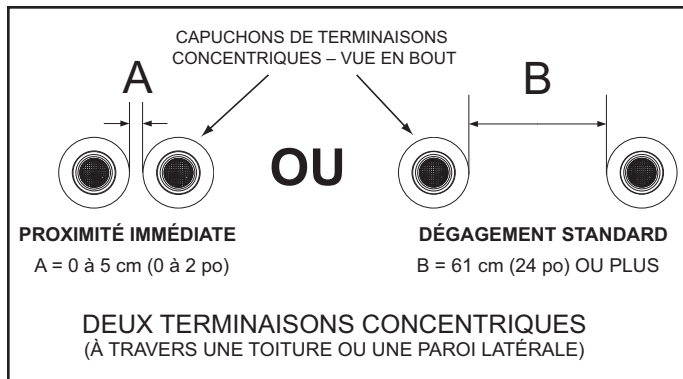
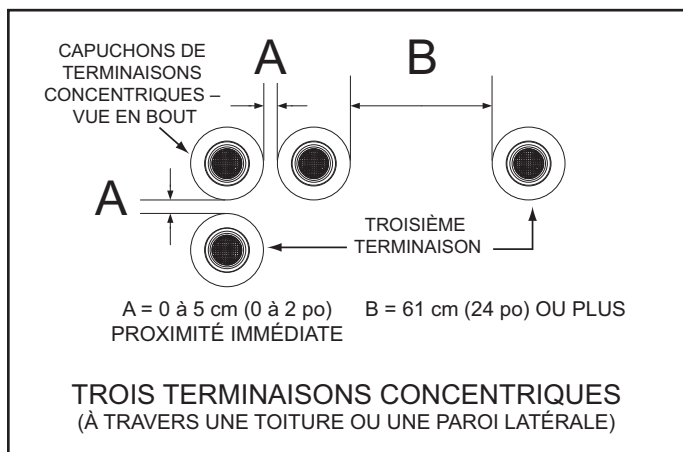
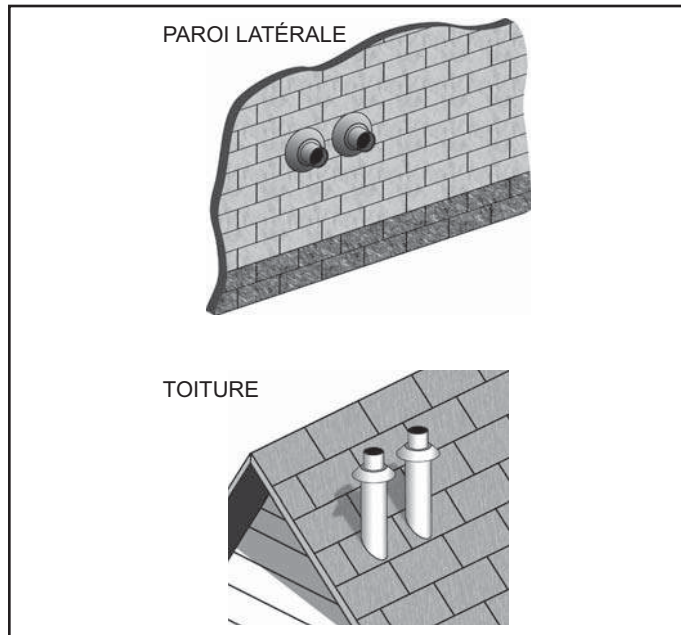

Figure 28
Figure 29
Figure 33
Lors de l'installation de terminaisons concentriques multiples à travers un toit ou une paroi latérale, les dégagements illustrés à la Figure 28 doivent être maintenus.
1. Le dégagement entre les bouchons de terminaisons multiples doit être de 0 cm (0 po) (se toucher) à un maximum de 5 cm (2 po), dimension A - Figure 28, lors de l'installation de terminaisons concentriques à proximité immédiate. Voir les Figures 28 à 32.
2. Le dégagement entre les bouchons de terminaisons multiples doit être augmenté à un minimum de 61 cm (24 po), dimension B - Figure 28, lorsqu'une installation à proximité immédiate (ci-dessus) est impossible. Ce dégagement est standard.
1. Lors de l'installation de trois terminaisons concentriques à travers un toit ou une paroi latérale, la troisième terminaison peut être installée à proximité immédiate comme l'indique la dimension A à la Figure 29.
2. Si une installation à proximité immédiate de la troisième terminaison est impossible, cette dernière peut être installée comme l'indique la dimension B à la Figure 29.
Deux terminaisons concentriques peuvent être installées à proximité immédiate comme l'indique la Figure 33 ou avec des dégagements standard lorsque cet aménagement n'est pas possible. Voir la Figure 28 à la page 30 pour de plus amples informations sur les dégagements. Voir la Figure 29 à la page 30 lors de l'installation de trois terminaisons concentriques.